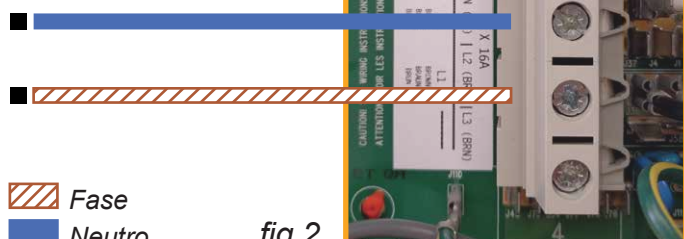

fig 2
- Collegare il cavo di alimentazione come da schema riportato in fig 2 (connessione elettrica).